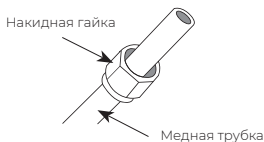

Рис. 6
3. Установите наконечные гайки на обоих концах трубки. Проверьте, правильность ориентации наконечных гаек, т.к. после развальцовки трубки надеть гайки и изменить их ориентацию будет невозможно. См. рис. 6.